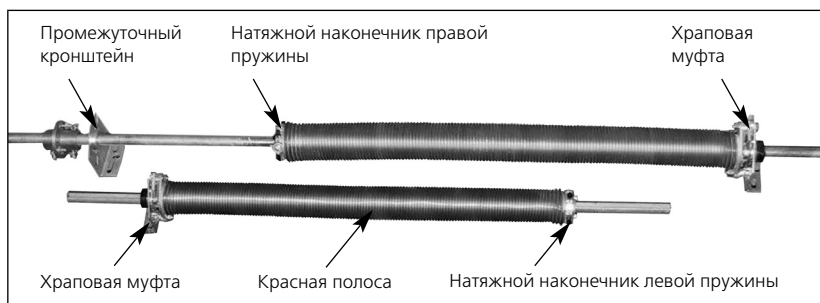

Рис. 27
- натяжной наконечник левой пружины и тросовый барабан (код LH), имеющие метки красного цвета, должны быть установлены на левой части вала при взгляде изнутри помещения. Соответственно, натяжной наконечник правой пружины и тросовый барабан (код RH), имеющие метки черного цвета, должны быть установлены на правой части вала (рис. 27);